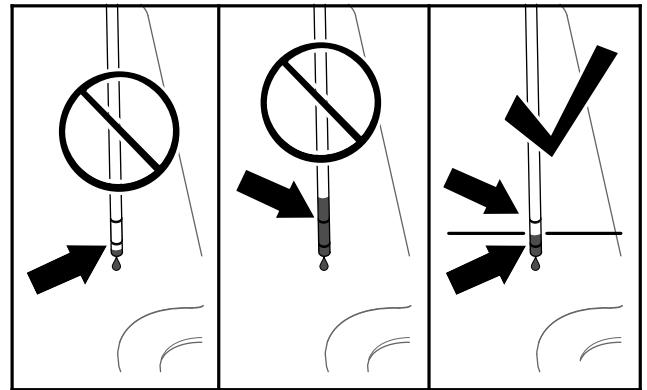

Figura 82
6. Retire a vareta e verifique o nível de fluido (Figura 82).
7. Se o nível do fluido está abaixo da marca inferior na vareta, adicione o fluido hidráulico especificado no tubo de enchimento (Figura 82) até conseguir ver o fluido entre as 2 marcas na vareta.
8. Adicione o fluido hidráulico especificado no tubo de enchimento até conseguir ver o fluido entre as 2 marcas na vareta (Figura 82).